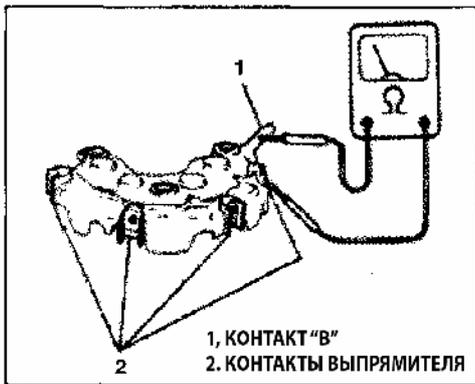

Рис. 253
- 1) Подключите измерительный прибор к контакту «В» и к каждому контакту выпрямителя (Рис. 253).